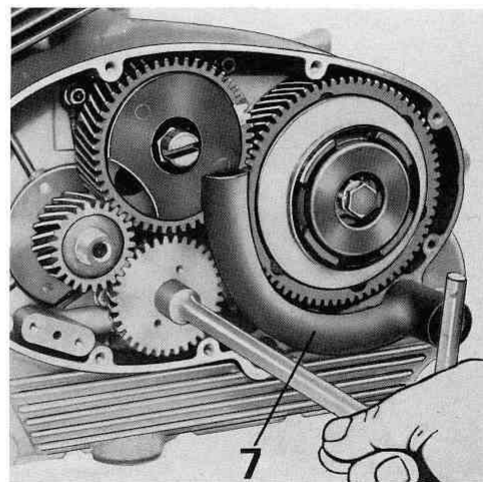

Fig. 16
- il dado di tenuta ingranaggio pompa olio dopo aver posto l'attrezzo di tenuta ingranaggio distribuzione n. 55912925 (7 di fig. 16);